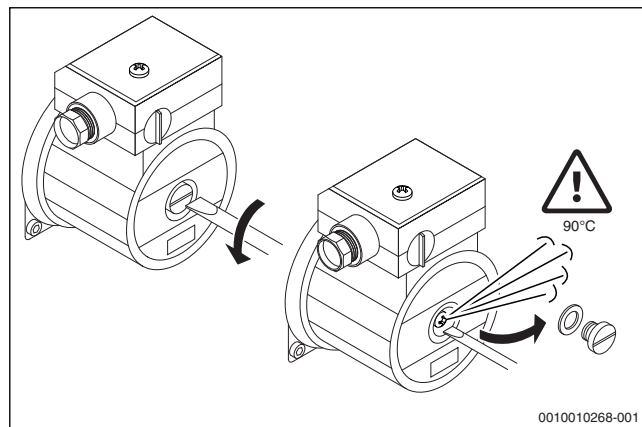

Рис. 13 Отворачивание винта удаления воздуха и проверка свободы вращения
- ▶ Осторожно отвернуть отверткой винт удаления воздуха, при необходимости снять его (→ рис. 13, стр. 16).
- ▶ Осторожно отвернуть отверткой винт удаления воздуха, при необходимости снять его. С помощью отвертки проверить подвижность двигателя насоса, т. е. путем вращения вала со шлицами, и запустить насос (→ рис. 13, стр. 16).